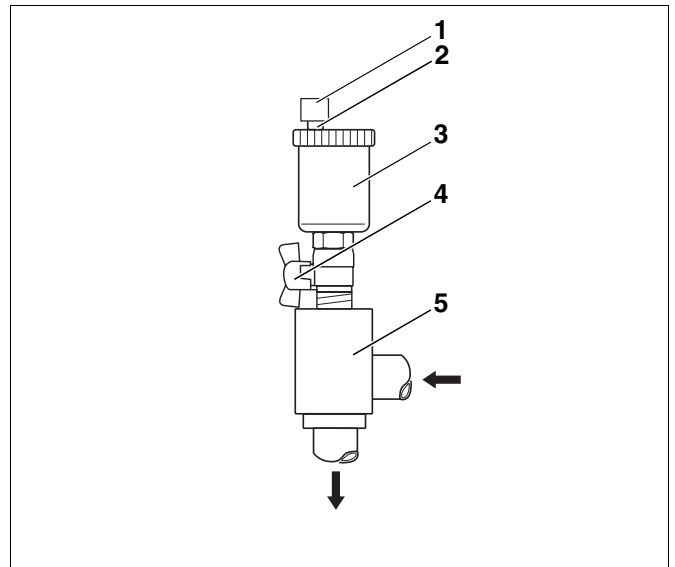

Fig. 15 Purga automática
- ▶ Feche a torneira de esfera (Fig. 15, **Item 4**).
- ▶ Desenrosque o dispositivo de purga automática (Fig. 15, **Item 3**) e limpe-o.
- ▶ Abra a torneira de esfera (Fig. 15, **Item 4**).
- ▶ Se utilizar um dispositivo de purga automática (acessório), purgue o sistema solar, abrindo a torneira de esfera (Fig. 15, **Item 4**).